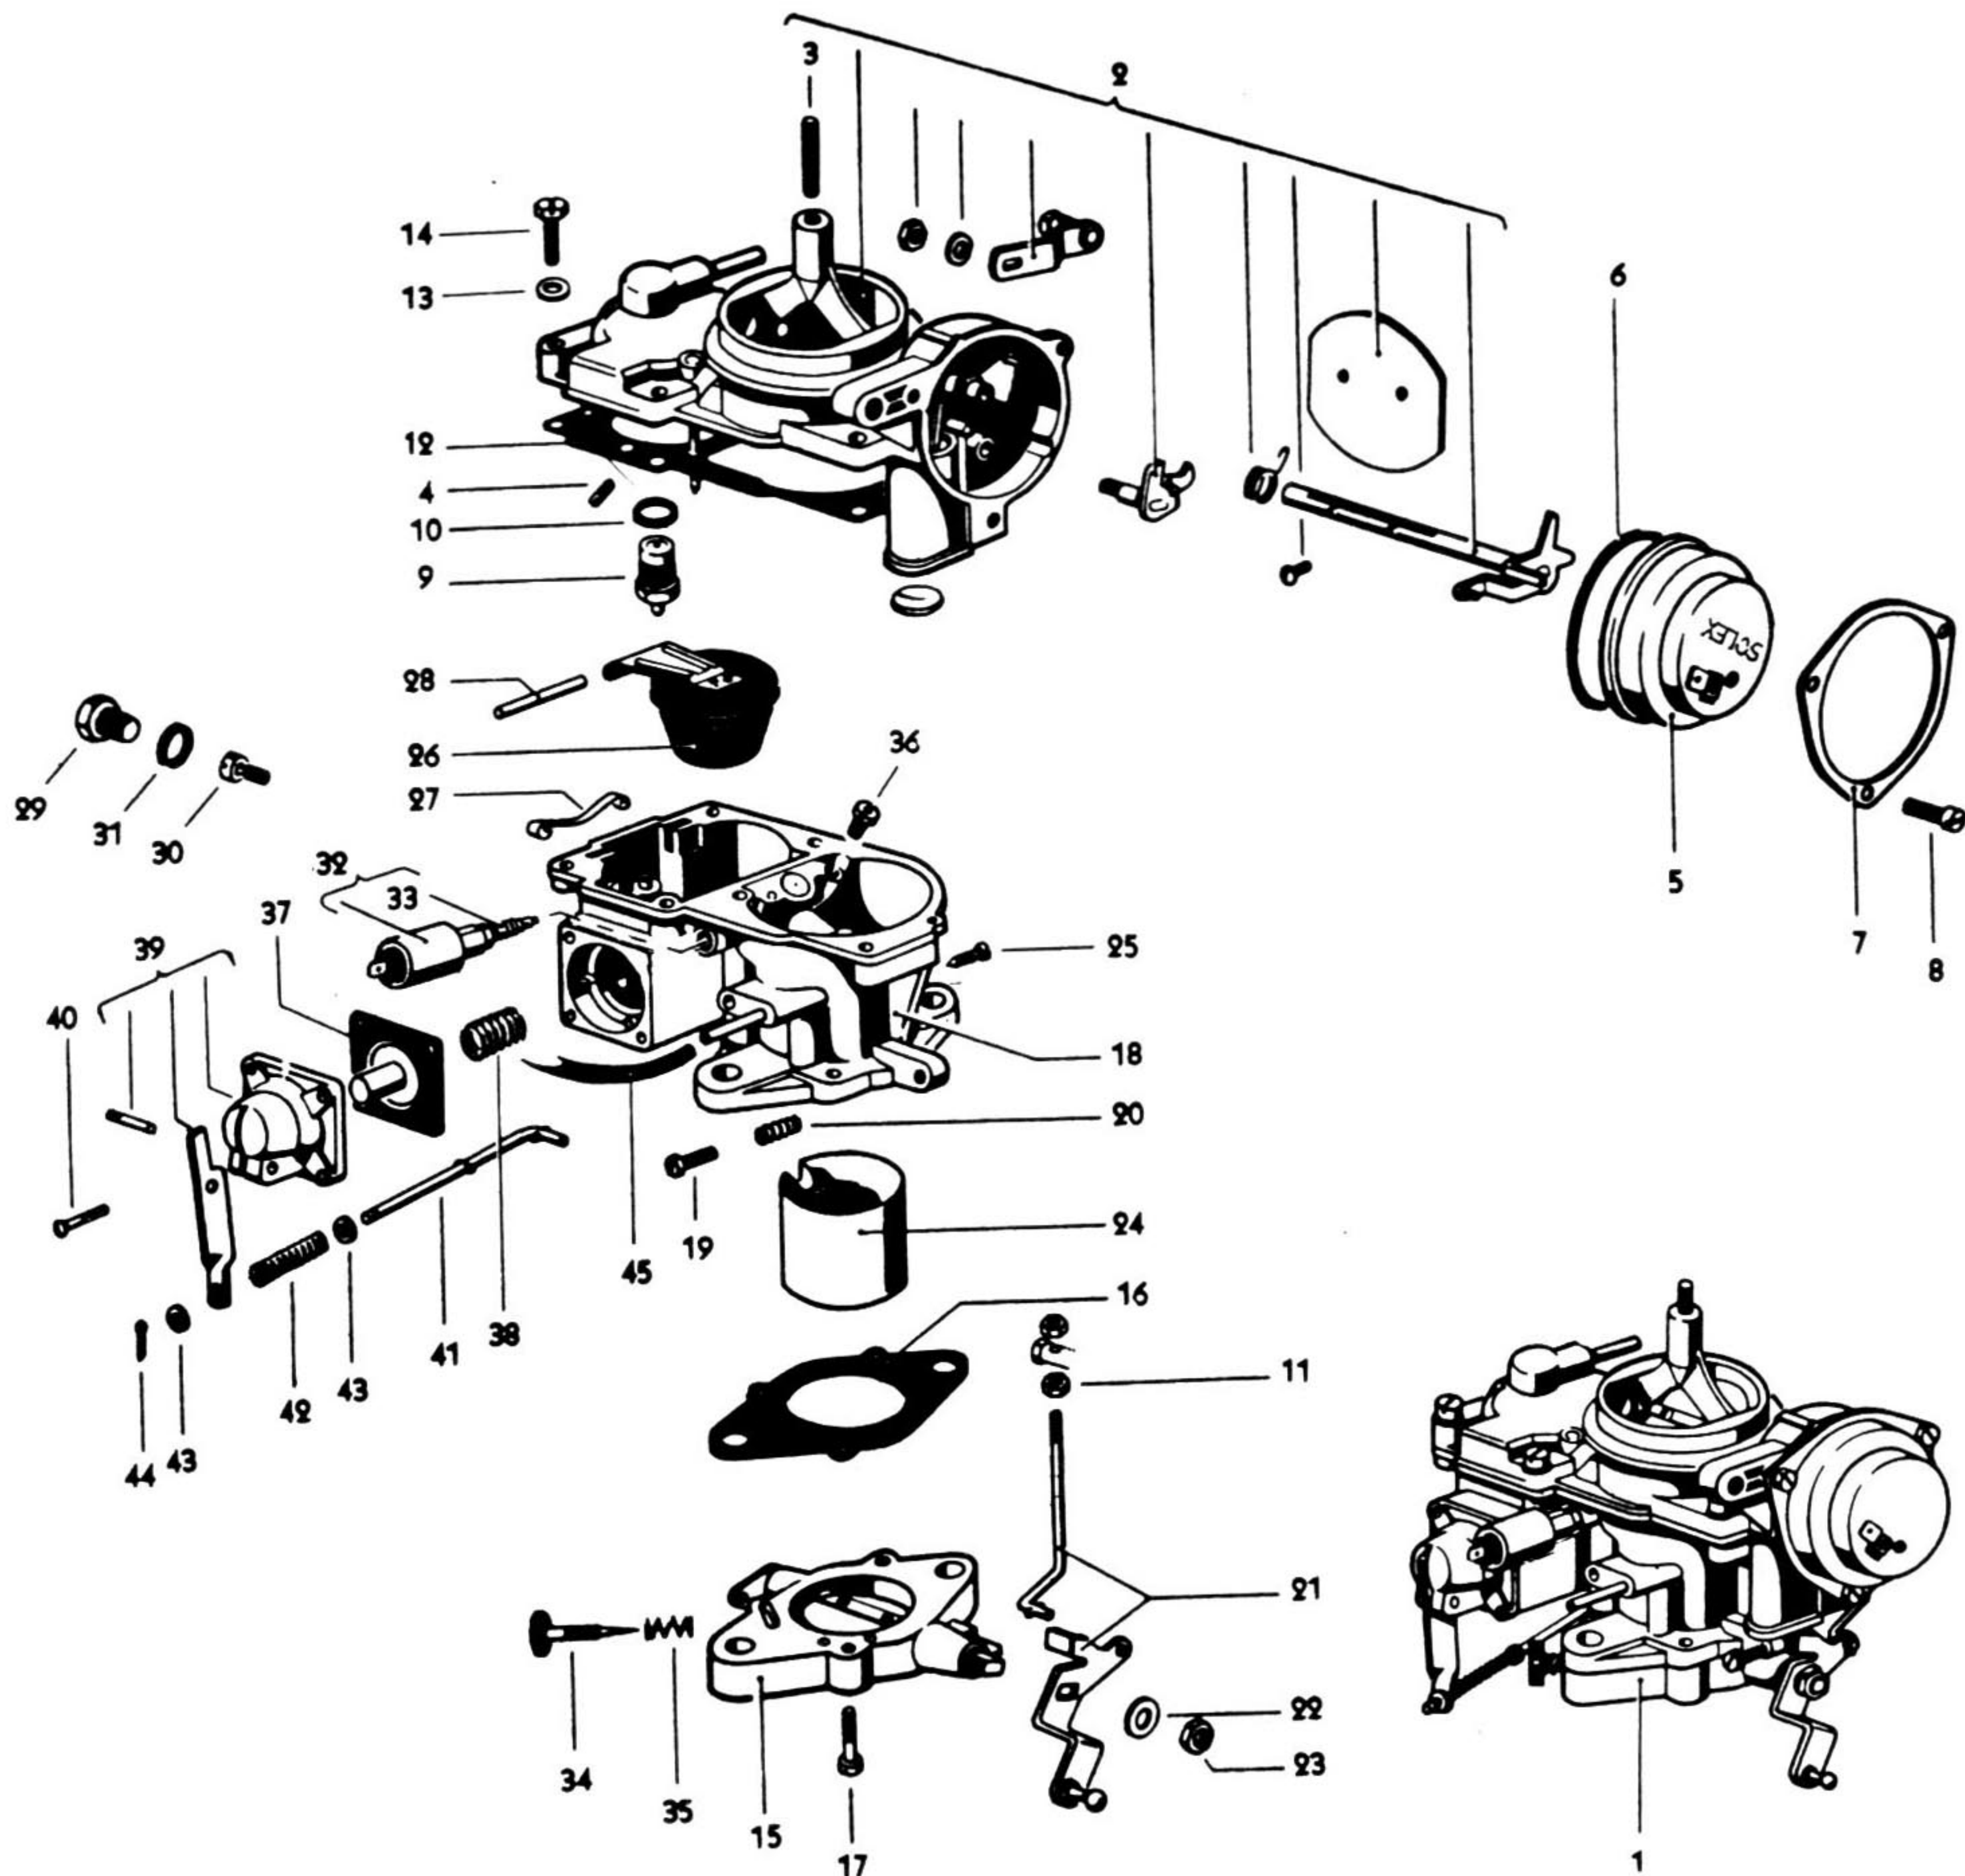

Fig. 11-V — Carburador tipo Solex 32 DPSIT inteiramente desmontado.
Carburadores. — Ambos são do tipo Solex 32 PDSIT e diferem apenas nos seguintes detalhes: o calibre de ar do pulverizador principal do carburador esquerdo (36, Fig. 11-V) tem a medida “155” e n.º de peça 311 129 435C e a mesma peça no carburador direito tem a medida “120” e n.º de peça 311 129 435AA. O calibre do pulverizador principal do carburador esquerdo tem a medida “130” e n.º de peça 311 129 405B e a mesma peça no carburador direito tem a medida “127” e n.º de peça 311 129 405C.
Abafador (afogador) automático. — Cada carburador é provido de um abafador automático do tipo convencional constituído de uma mola térmica (sensível ao calor), encerrada em uma câmara (2 e 5, Fig. 11-V)
2) — Destorce-se os parafusos de regulagem da aceleração, (34, Fig. 11-V) nos dois carburadores. Apertar em seguida os dois parafusos cuidadosamente, apenas o suficiente para que cada um se encoste no batente da alavanca de acionamento da borboleta (21, Fig. 11-V).